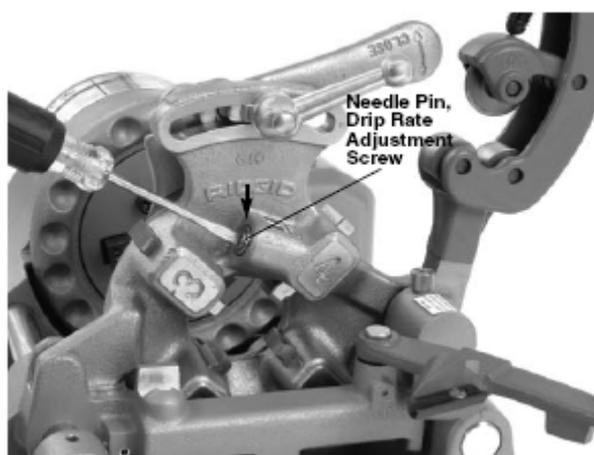

图8 — 调节滴速
8. 摆好脚踏开关以便操作者可以容易的控制滚沟机对管子进行滚沟操作。脚踏开关位置应该方便操作者（见图8）：
4. 观察冷却液的滴速，应该每秒滴一滴。可以通过起子调节牙模头上的滴嘴，逆时针旋转式增加速度（见图8）。